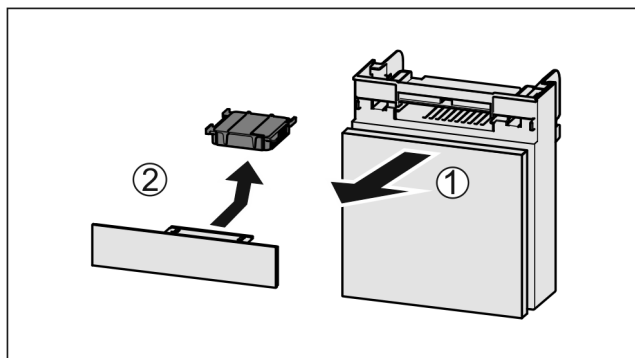

Fig. 182
- Издърпайте Fig. 182 (1) напред от отделениято.
- Извадете Fig. 182 (2) филтъра с активен въглен.